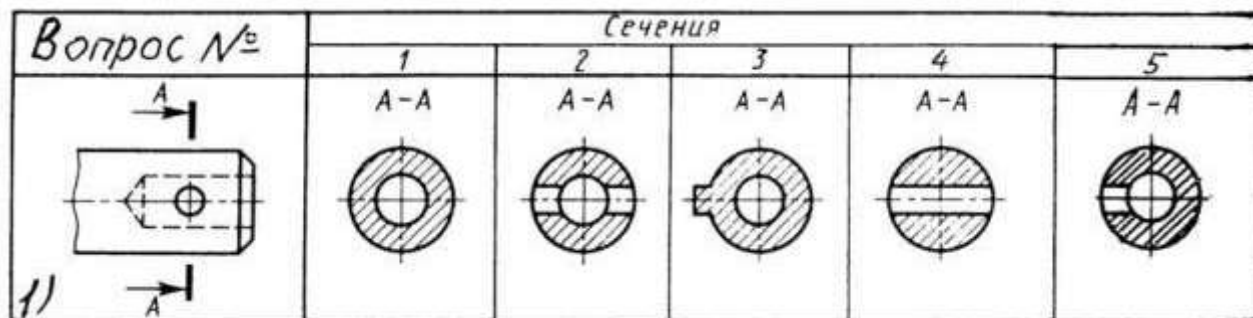

Рис. 8
**Дана деталь и указано ее сечение А-А (Рис.8). Выбрать правильный вариант сечения.**